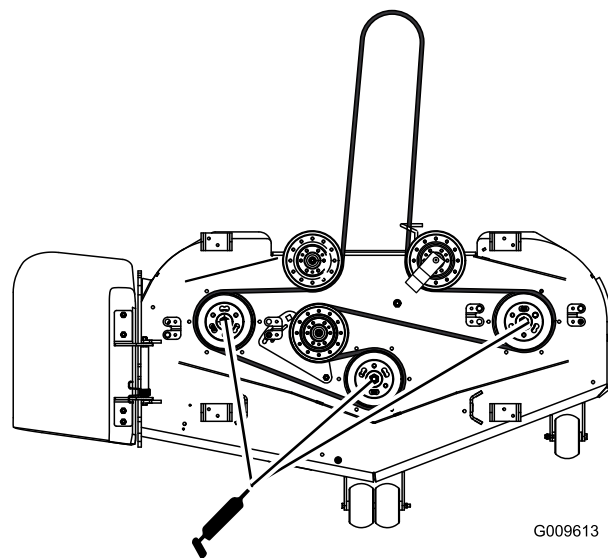

Figura 28
3. Engrase los puntos de engrase de los cojinetes de los tres ejes (Figura 28).
4. Engrase el pivote de la polea tensora (Figura 28).